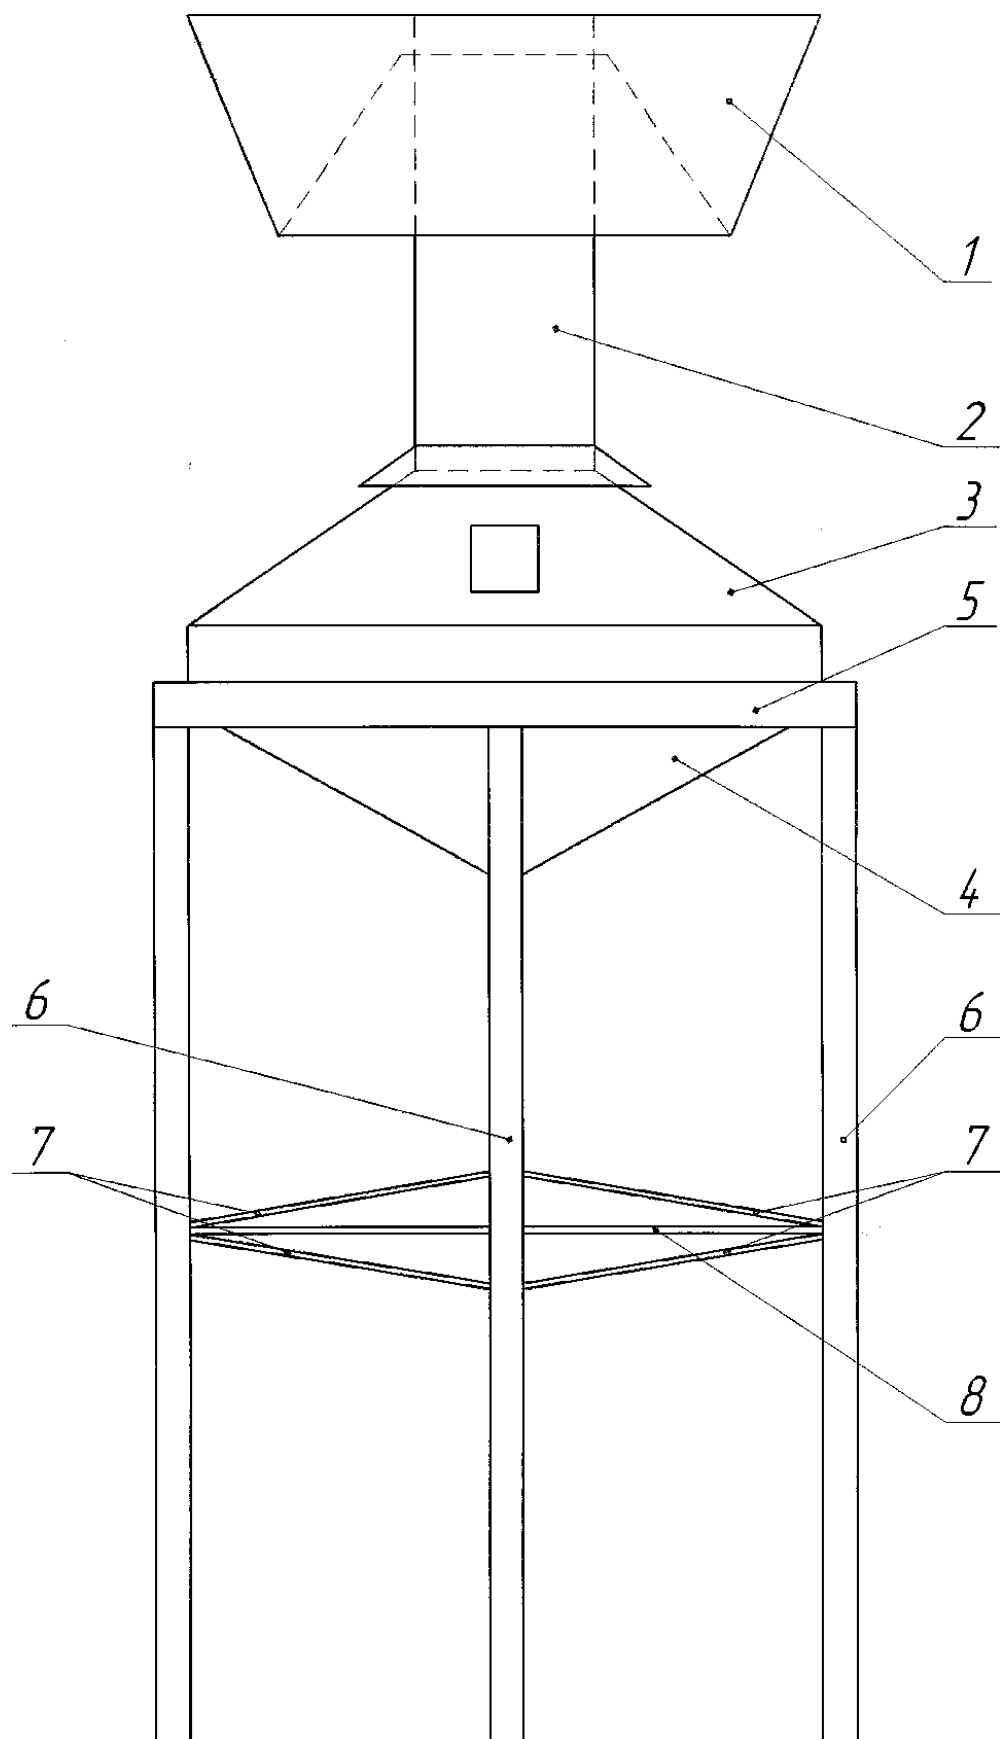

Рис. 1.
- 5.3. Сборка и установка производится на месте установки, согласно рис.1.